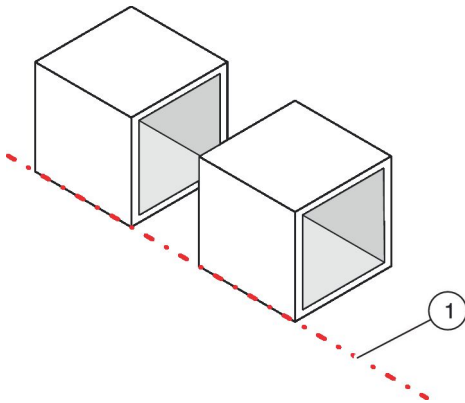

Abb. 16: Bauteile ausrichten
3. ▶ Die Bauteile an einer Linie (Abb. 16 /1) fluchtend ausrichten.